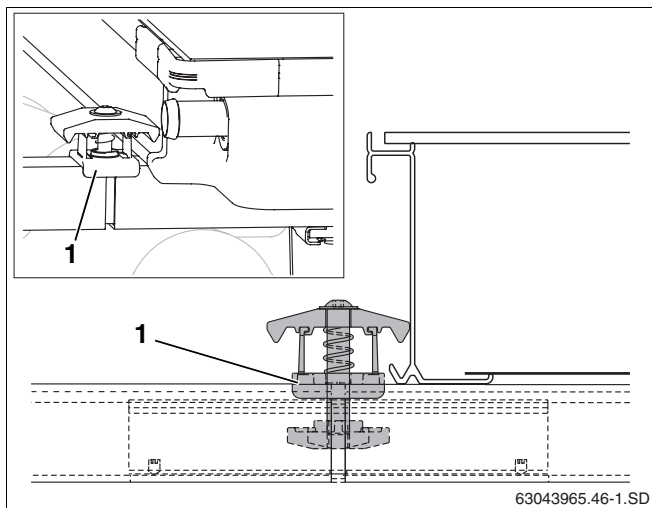

Рис. 45 Установка двухсторонних зажимов
- Установить двухсторонний зажим гайкой вниз в отверстие профильной рейки и соединительной вставки так, чтобы пластмассовая распорка (рис. 45, поз. 1) охватывала профильную рейку.